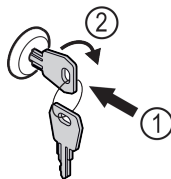

Fig. 123 Ilustrační zobrazení
- ▶ Klíč zasuňte dovnitř Fig. 123 (1).
- ▶ Otáčejte klíčem o 90° ve směru hodinových ručiček Fig. 123 (2).